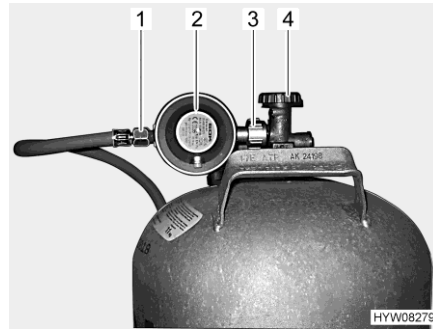

Fig. 27 Raccord bouteille de gaz
- Fermer le robinet principal (Fig. 27,4) de la bouteille de gaz. Observer le sens de la flèche.
- Maintenir le régulateur de pression du gaz (Fig. 27,2) et ouvrir la vis moletée (Fig. 27,3) (en général filetage à gauche).
- Retirer le régulateur de pression du gaz avec la lyre (Fig. 27,1) de la bouteille de gaz.
- Placer le régulateur de pression du gaz (Fig. 27,2) avec la lyre (Fig. 27,1) sur la bouteille de gaz et serrer la vis moletée (Fig. 27,3) (en général filetage à gauche). **Ne pas** serrer trop fort.